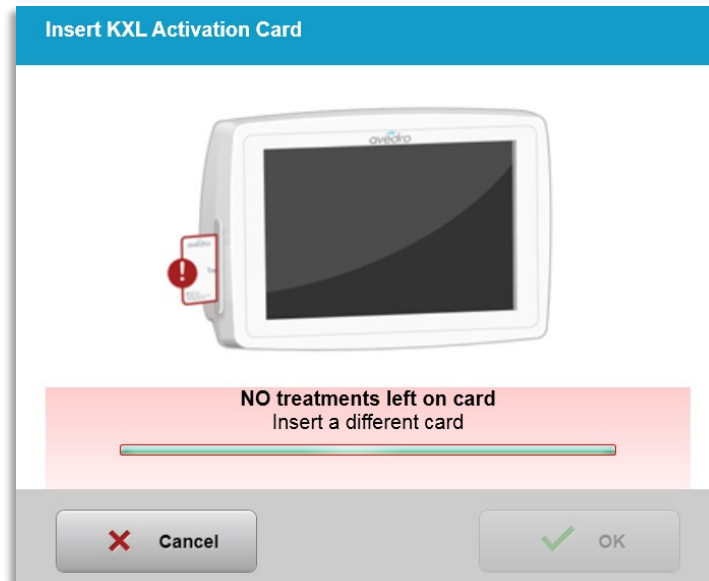

Bild 3-13. Inga behandlingar kvar
- Om det inte finns någon behandling kvar på kortet uppmanar systemet användaren att sätta i ett annat kort, vilket visas på bild 3-13.